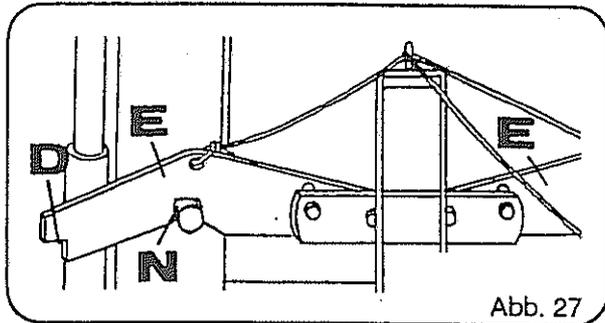

Abb. 27
- Die Klinken nach Abb. 27 einrasten lassen. Auf korrekte Verriegelung achten (siehe Warnbildzeichen Seite 22, Pos. I).